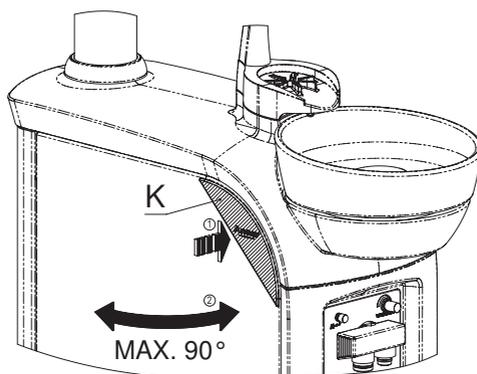

Fig. 8
El grupo hídrico tiene un giro de 70° aprox. respecto del brazo soporte, facilitando la ergonomía del trabajo diario. La parte superior tiene el soporte del vaso (A) y taza (B), hecha de porcelana para ofrecer un alto nivel de higiene (fig. 8).
El panel frontal (C) soporta el filtro de cánulas, (D) es la puerta lateral del grupo hídrico (fig. 8). Para tener acceso al interior debe apretar suavemente hacia dentro ("1") sobre la esquina superior (K), se abrirá sola ("2"). Tenga en cuenta no abrir más de 90° .